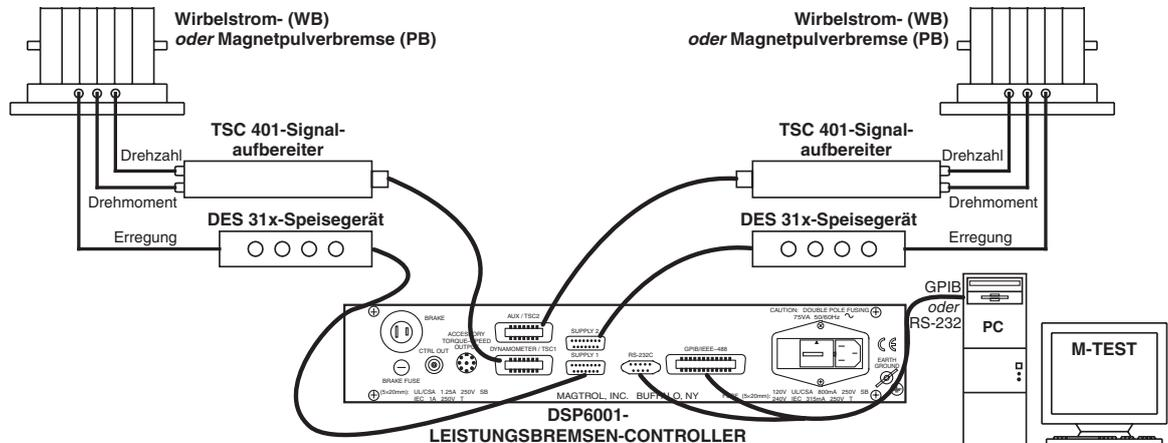

Bild 3–24 Setup mit 2 unabhängigen Wirbelstrom-/Magnetpulverbremse
10. Auf die SHIFT-Taste drücken, um zum Hauptmenü zurückzukehren (siehe Bild 3–16).